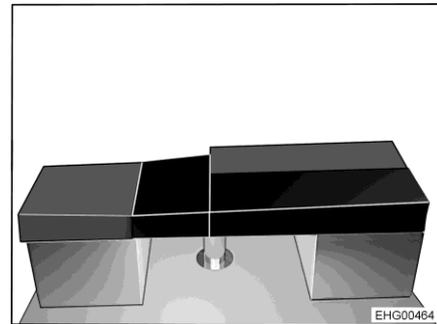

Fig. 167 Dopo la trasformazione
- Posizionare il cuscino aggiuntivo rettangolare sul tavolo (vedi Fig. 167).
- Collocare il cuscino aggiuntivo obliquo sull'allargamento letto a L (vedi Fig. 167).